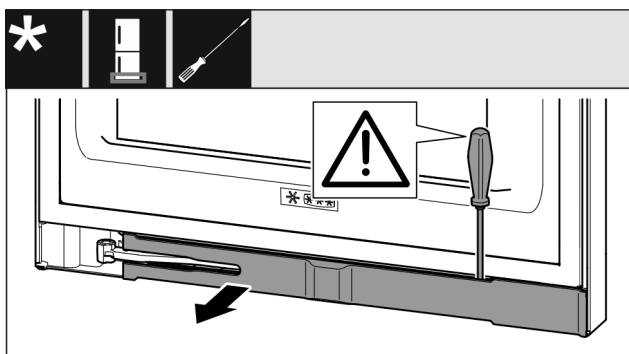

Fig. 13
- ▶ Blende mit Schlitzschraubendreher ausrasten und zur Seite schwenken Fig. 13 ().